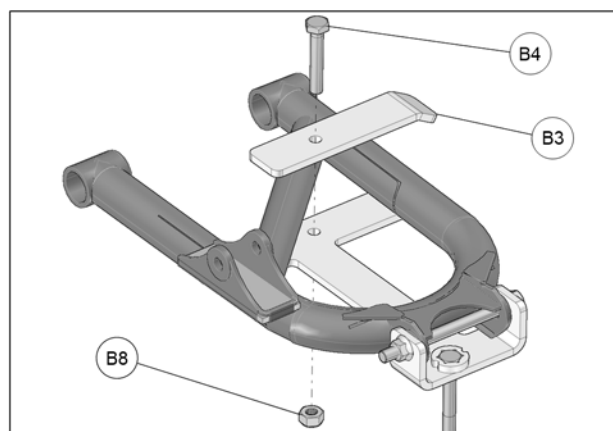
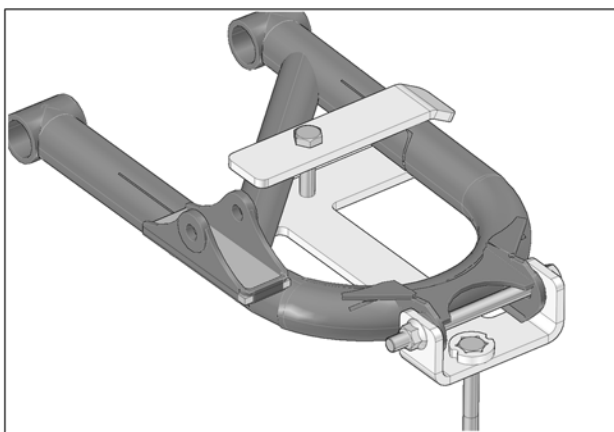

Fig. 9
Fig. 10
8. Boulonner l'ancrage et le couvercle ensemble avec les boulons (**B4-B5**) et les écrous (**B8-B9**) fournis. Serrer à un couple de 50 N•m [37 lb•pi]. Voir la Fig. 9 et la Fig. 10